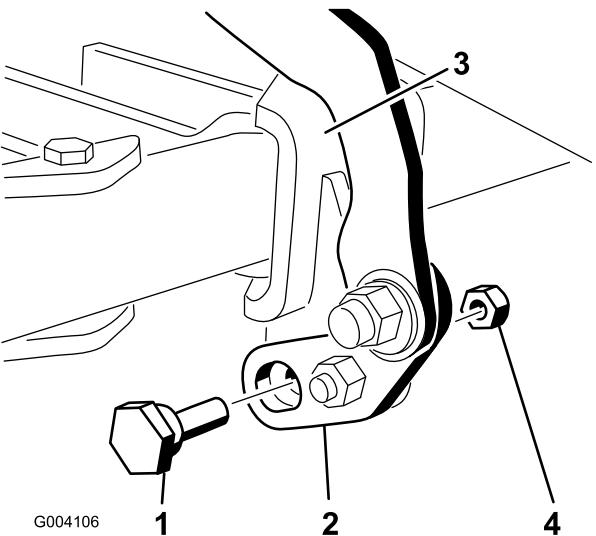
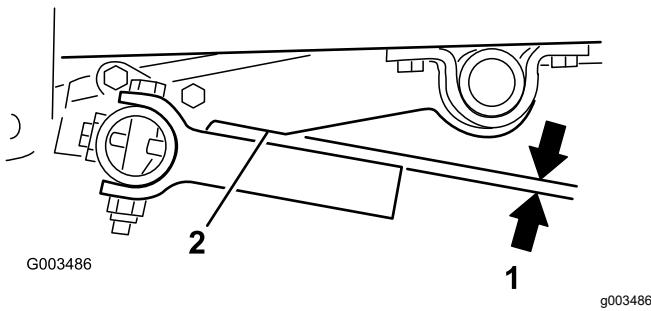

Bild 17
Bild 21
6. Stecken Sie den Exzenterbolzen unten durch die Schwenklasche und die Schwenkhalterung und befestigen Sie ihn mit einer Sicherungsmutter (5/16"), wie in Bild 17 dargestellt.
2. Drehen Sie den Exzenterbolzen in eine Richtung, bis die Tines der Werkzeugleiste parallel zur Kerbe im Hubarm sind (Bild 17 und Bild 21).